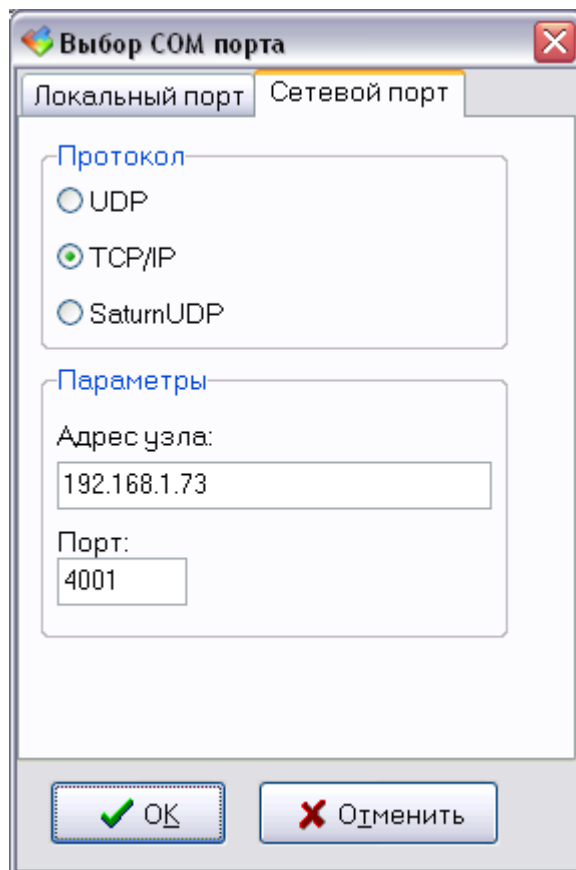

Рисунок 15 – Окно «Выбор COM порта»
14.2.2 В открывшемся окне «Выбор COM порта» (рисунок 15) указать параметры интерфейса подключения к ПК: